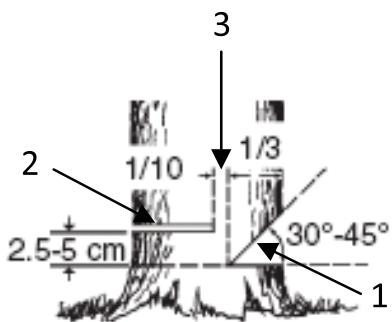

Рис.11
- Выберите направления падения дерева, для этого следует учсть силу и направление ветра, естественный наклон дерева, равномерность распределения веток в кроне дерева. Начните пилить с той стороны дерева, куда оно должно упасть(Рис.11)